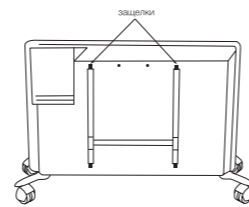

Рис. 4
- освободить настенный кронштейн от конвектора, необходимо следующим образом: нажмите на защелки и потяните кронштейн на себя нажав вниз на две защелки (рис. 4);
Произвести чистку пространства позади установленного на стене обогревателя довольно несложно. Нажмите вниз две защелки (рис. 4) на задней стенке обогревателя, и потяните сам обогреватель вперед. После того, как он будет снят, можно будет вымыть стенку, на которой он был установлен. После завершения уборки установите обогреватель в его нормальное рабочее положение.